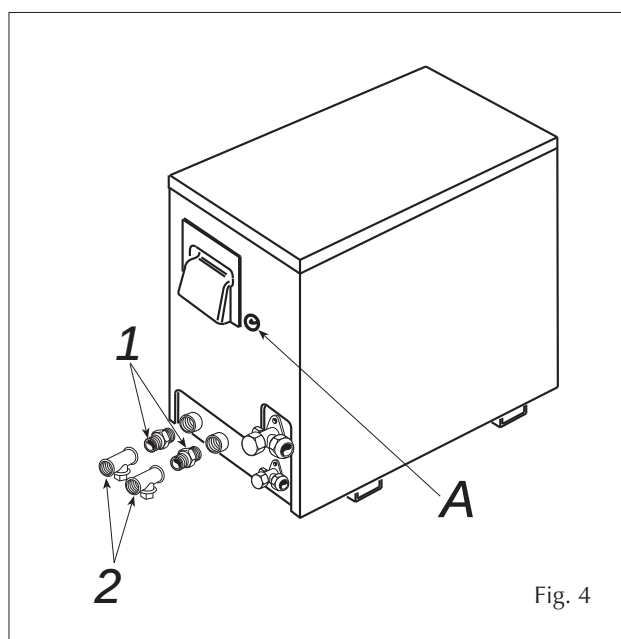

Fig. 4
In caso di intervento di pressostato di alta pressione, si dovrà procedere manualmente al riarmo, premendo il pulsante (A) accessibile attraverso il foro posto sulla fiancata dell'unità (lato collegamenti idraulici), vicino alla maniglia in plastica (fig. 4).
- to make the hydraulic connections use the kit (nipples (1), T joints (2) and plugs) provided with the unit, referring to figure 4.
In the event of intervention of high pressure switch, it must be reset manually, by pressing button (A), accessed through the hole on the side of the unit (side of hydraulic connections), next to the plastic knob (fig. 4).